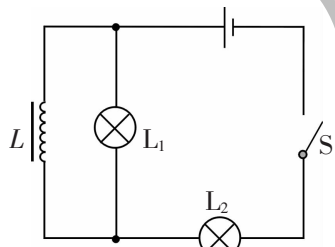

图 1-6-8
2. 在如图 1-6-8 所示的电路中， $L$  是自感系数足够大的线圈，它的电阻可忽略不计， $L_1$  和  $L_2$  是两个完全相同的小灯泡.